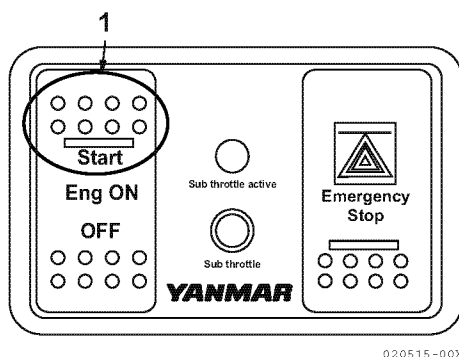

Figura 3
5. Premere il pulsante Eng ON (1, **Figura 3**) e si potrà osservare sul display il seguente aggiornamento:
Per avviare il motore, premere Start (metà superiore) del pulsante Eng ON (1, **Figura 3**).